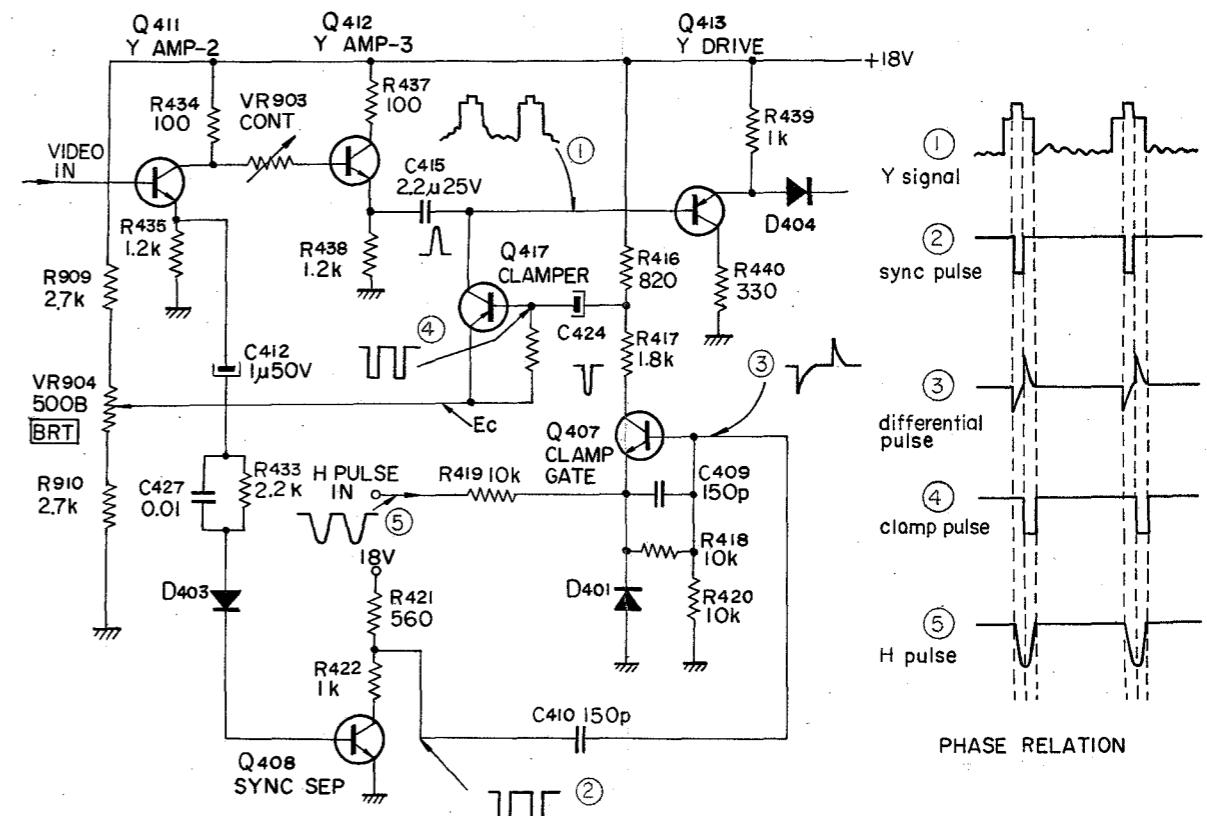

Fig. 1-1.
Le niveau noir du signal vidéo peut être fixé à un certain niveau au moyen du circuit de fixage, on peut alors obtenir une image nette et de haute qualité (voir le schéma du circuit figure 1-1).
Le signal de synchronisation est séparé par Q408 du signal délivré par l'émetteur de Q411 (Amplificateur Y). Le signal de synchronisation qui apparaît sur le collecteur de Q408 est différencié par un filtre passe-haut constitué de C410 (150 pF) et de 2 résistances montées en parallèle (R420: 10 kΩ et R418: 10 kΩ). On obtient alors un signal différentié (voir forme du signal N° ③ figure 1-1) qui est fourni à la base de Q407 (porte de fixage). Le potentiel de l'émetteur de Q407 est plus élevé que celui de la base dans des conditions normales de fonctionnement, Q407 est alors coupé.
Lorsqu'on applique une impulsion négative H à partir de FBT, à l'émetteur, D401 devient conductrice et le potentiel de l'émetteur de Q407 devient potentiel de la masse pendant la durée de l'impulsion. En même temps, l'impulsion différenciée est transmise à la base de Q407. Q407 est allumé uniquement lorsqu'une impulsion différenciée positive est appliquée à sa base. On obtient une impulsion négative sur le collecteur de Q407. Cette impulsion négative est transmise à la base de Q417 (fixatif) à travers une capacité C424 de 1 μF, et le transistor non polarisé Q417 devient conducteur. Alors le signal vidéo est fourni à Q417, à travers C415 (2.2 μF). Le niveau noir du signal vidéo est fixé à la tension de l'émetteur de Q417 car la pulsation de fixage est synchronisée avec le palier arrière du signal vidéo. Voir les relations entre phases en figure 1-1.
Black level of the video signal can be clamped at a certain level by the clamp circuit, and a clear and high quality picture can be obtained. See the schematic diagram in Fig. 1-1.
When the negative H pulse is supplied to the emitter from the FBT, D401 becomes ON and the emitter potential of Q407 becomes ground potential within pulse duration. At the same time the differentiated pulse is supplied to the base of Q407. Q407 conducts only when the positive differentiated pulse is supplied to the base. At the collector of Q407, negative pulse is obtained. This negative pulse is supplied to the base of Q417 (CLAMPER) through C424 (1μF), and non biased Q417 becomes ON. At that time the video signal is supplied to Q417 through C415 (2.2μF). The black level of the video signal is clamped to the emitter voltage of Q417, as the clamp pulse is synchronized with the back porch of the video signal. See the phase relation in Fig. 1-1.